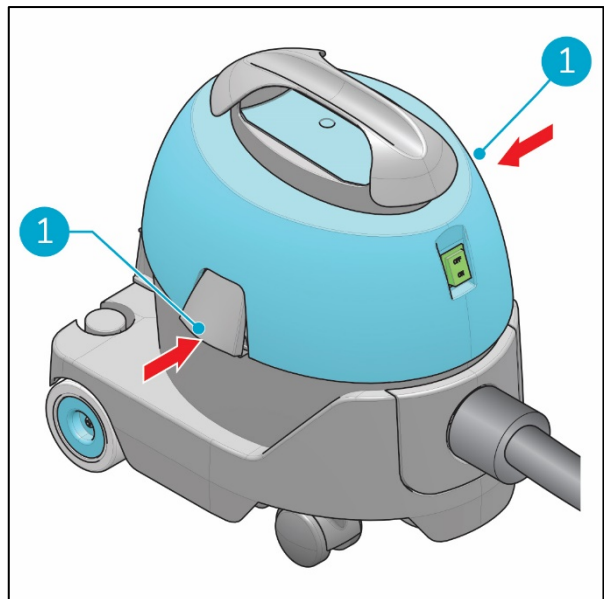

Figura 21
3. Fissare i fermi (Figura 21, pos 1).